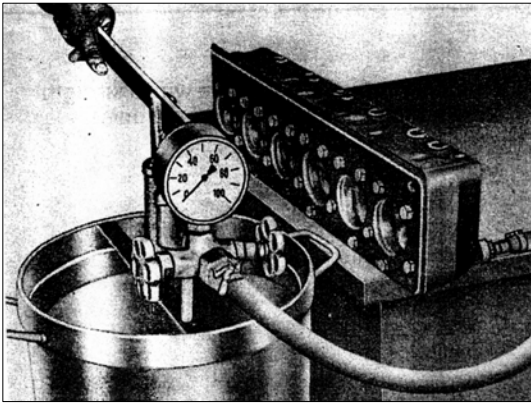

РИС. 68
- 4) Подсоедините другой конец водяного шланга к ручному водяному насосу, опущенному в ёмкость с горячей водой, желательна с температурой 70⁰ – 80⁰С (рис. 68).